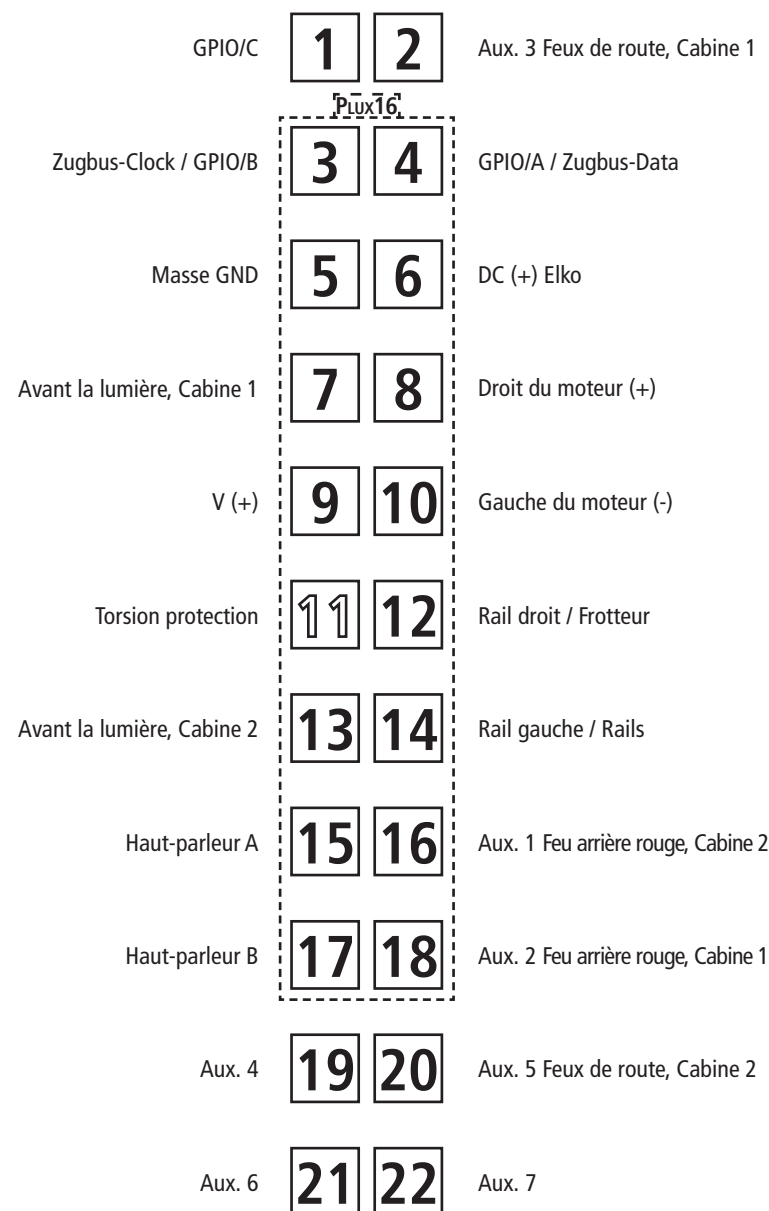
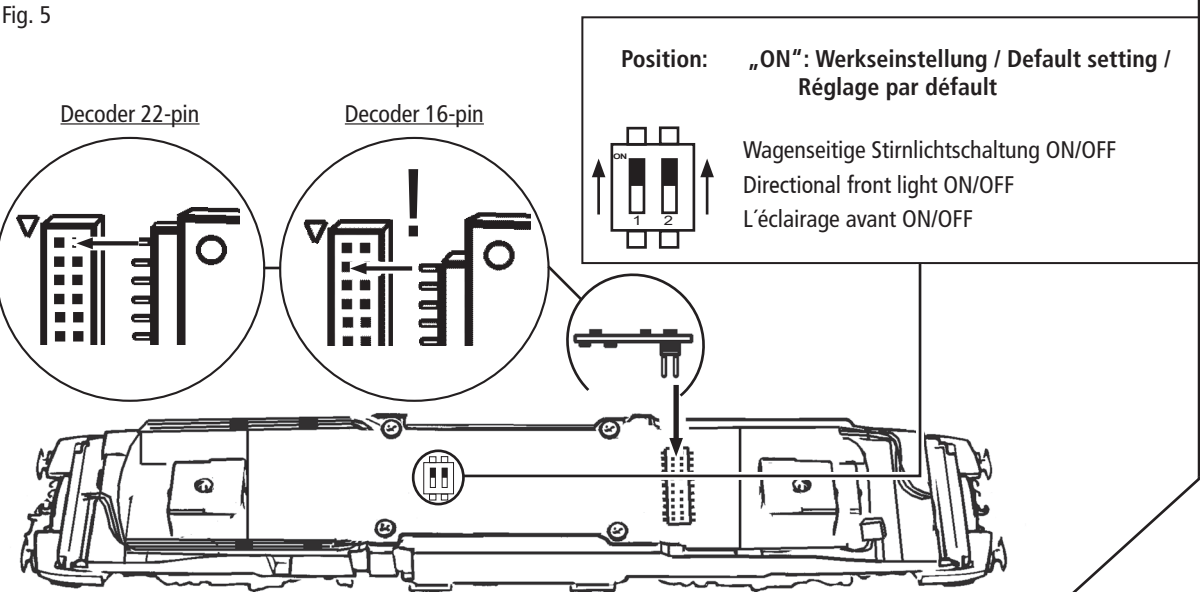
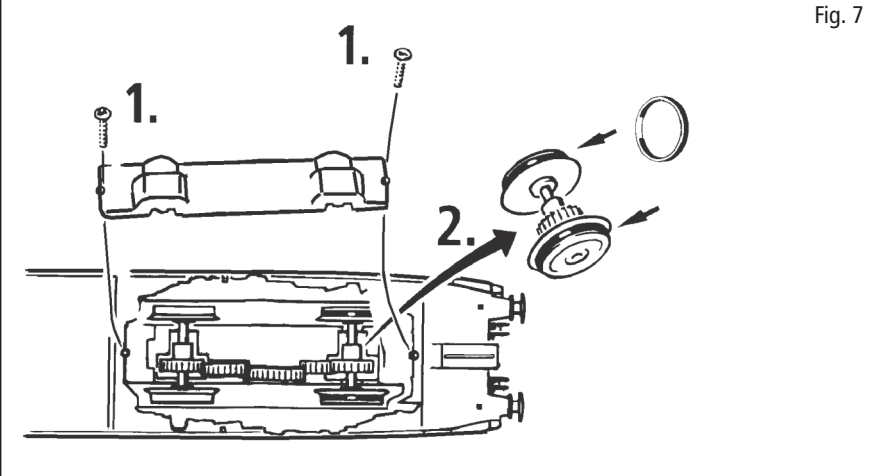
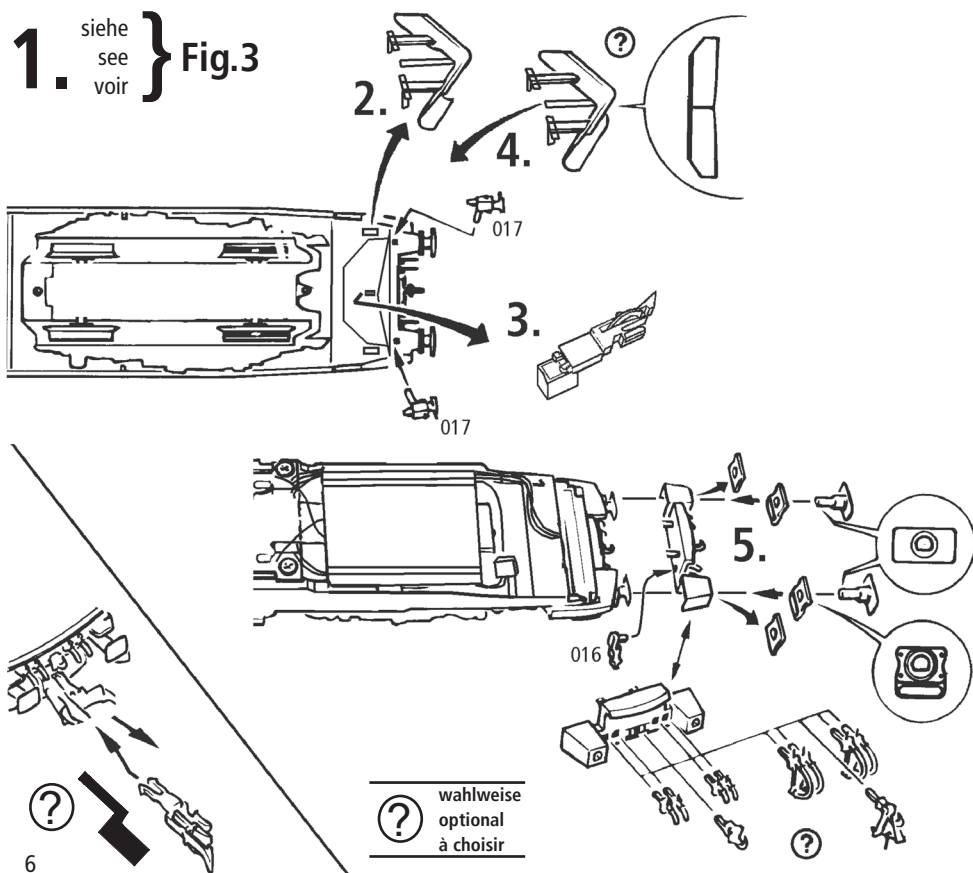

Fig. 5
Fig. 6
Fig. 8
Fig. 3
2. Schmierung: Versehen Sie die im Schmierplan in Fig. 8 gekennzeichneten Stellen mit nur **kleinen Öltropfen**. Dazu zuerst das Lokgehäuse abnehmen (Fig. 3). Wir empfehlen den **ROCO Öler Art.-Nr. 10906**. Fürs Schmieren der Getriebeteile (Zahnräder, Schnecke) empfehlen wir das **ROCO-Spezialfett Art.-Nr. 10905**. Im Falle der Schmierung diese Teile **nicht ölen**.
Mehrzugbetrieb: Zuerst Lokgehäuse abnehmen (Fig. 3). Danach den Brückenstecker aus der Schnittstelle entfernen (diesen sorgsam aufbewahren). Danach den Stecker des Decoders lage-richtig einsetzen (Fig. 5).
4. Motorwechsel: Lokgehäuse abnehmen (Fig. 3). Danach wird der Motor ausgebaut und ausgetauscht (Fig. 6).
Running in digital mode: Remove the jumper from the interface. Finally put the plug of the decoder into the interface as shown in fig. 5.
2. Lubrication: Apply **tiny oil drops** to spots marked in fig. 8. Prior to lubrication dismantle locomotive (fig. 3). We recommend using item no. **10906, Roco oiler**. For lubrication the gearparts (e.g. cogwheels, worm) we would recommend our Roco **special grease** (item no. **10905**).
4. Motor Changing: First remove loco body (fig. 3), and then the motor (fig. 6).
1. Nettoyage des lames de courant aux roues: Les lames de contacts risquent de s'encrasser rapidement sur des voies poussiéreuses. Veuillez **enlever la poussière** aux endroits marqués à la fig. 6 à l'aide d'un petit pinceau souple.
2. Graissage: N'appliquez **qu'une toute petite goutte** aux endroits indiqués par le plan de graissage (fig. 8) après avoir démonté la caisse de la locomotive (fig. 3). Nous vous recommandons le **graisseur à huile Roco réf. 10906**. Pour graisser les engrenages (roues dentées, vis sans fin) nous vous conseillons la **graisse spéciale Roco réf. 10905** pour engrenages en matières synthétiques. Lorsque vous utilisez cette graisse il faut éviter d'huiler ces composants.
Exploitation en télécommande multi-trains: Enlevez la fiche de shuntage de l'interface (à conserver!) et enfichez finalement la fiche de décodeur aux prises de l'interface. Veillez à la position correcte de la fiche (fig. 5).
4. Remplacement du moteur: Démontez la caisse (fig. 3). Démontez ensuite le moteur (fig. 6).
voir } Fig.3